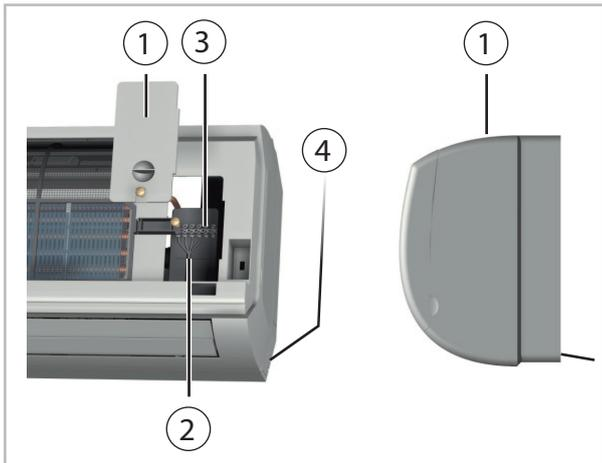

Abb. 28: Anschluss des Innengerätes
2. ➤ Lösen Sie die Abdeckungen auf der rechten Seite (Abb. 28).
4. ➤ Klemmen Sie die Steuerleitung an den Klemmen an (Abb. 28).